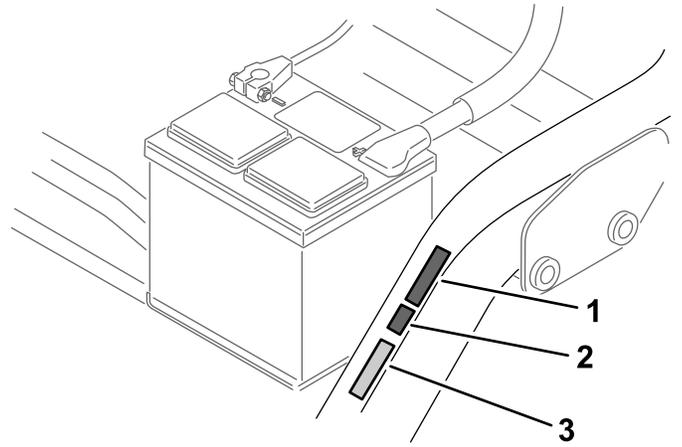

Figura 17
- Coloque la pegatina de la marca CE junto a la placa del número de serie (Figura 17).
- Coloque la pegatina del año de producción CE junto a la pegatina de la marca CE (Figura 17).